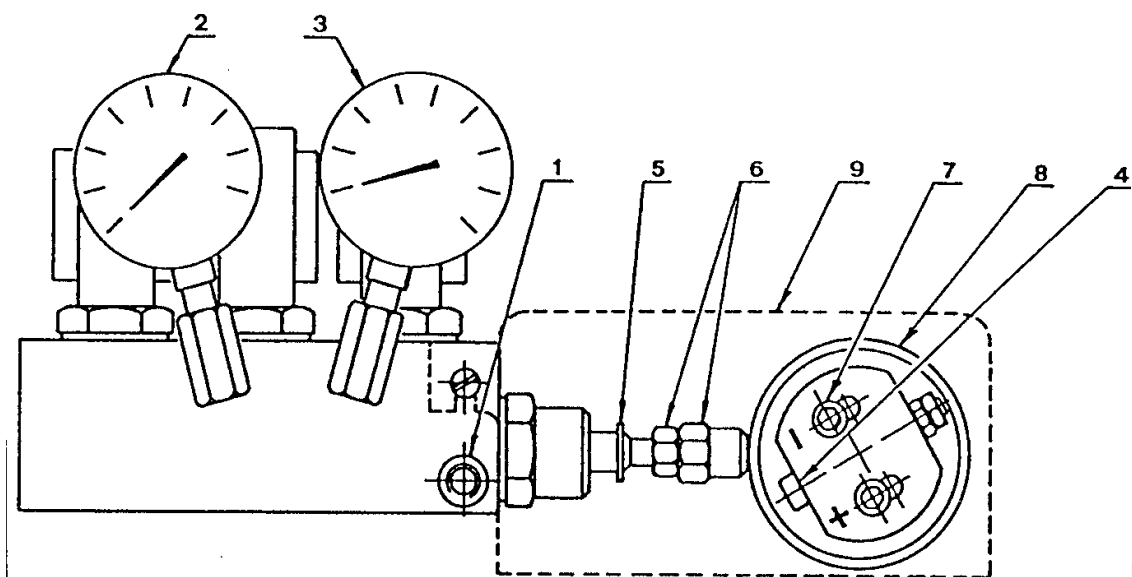
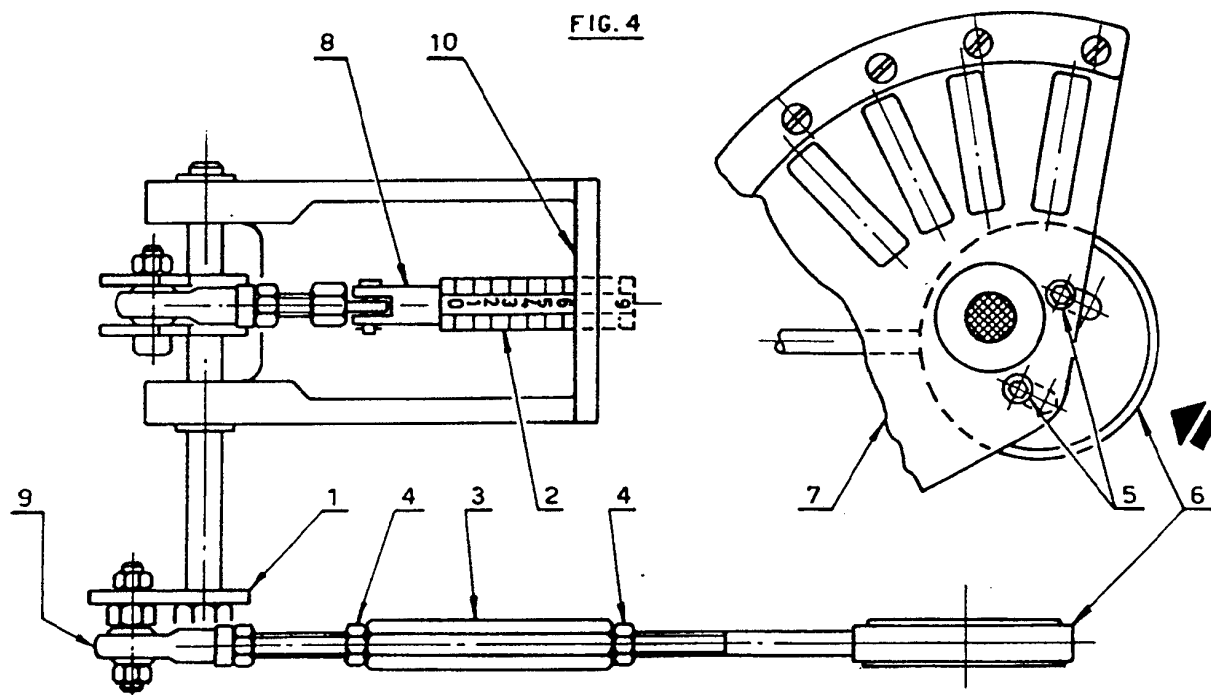

Рис. 3
Рис. 4
Головка горелки движется одновременно с эксцентриком 8 (рисунок 3), с эксцентриками с изменяемым профилем и с дроссельной заслонкой газа. Положение головки видно по цилиндру (2) (рисунок 4). Органы управления головкой настраиваются на заводе и рассчитаны на максимальный ход. Если вам нужен другой диапазон модуляции, то вы должны заново отрегулировать приводящие механизмы, таким образом, чтобы ход головки соответствовал приведенной диаграмме.
ЗАМЕЧАНИЕ: Чтобы механизмы не заедали во время перемещения, не выходите за максимальный и минимальный пределы, которые соответствуют положению цилиндра 2 (рисунок 4) на риске 9, если серводвигатель находится в положении 130°, и на риске 0, если серводвигатель стоит на 0°.